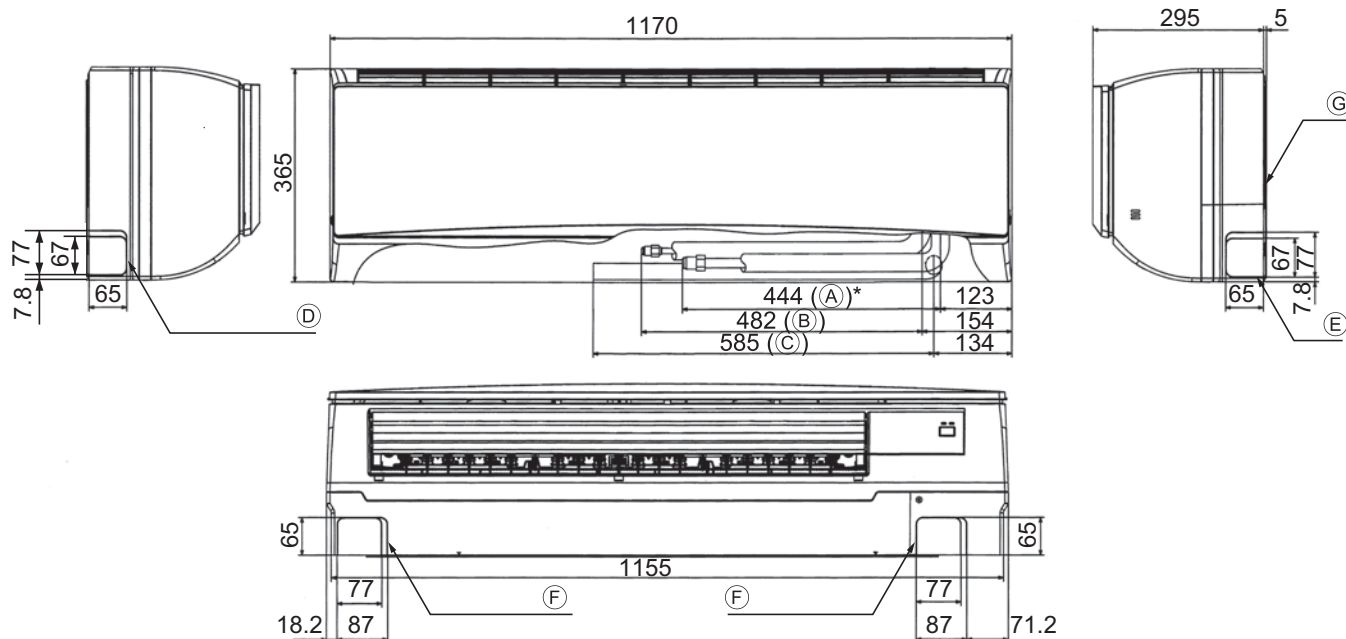

Fig. 4-2
4.2. Plaats van de koelstof- en afvoerpijpen (Fig. 4-2)